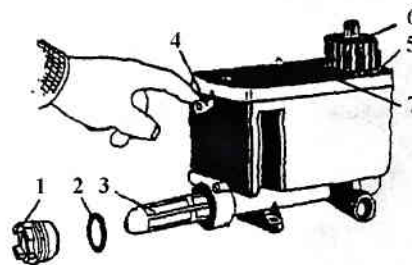
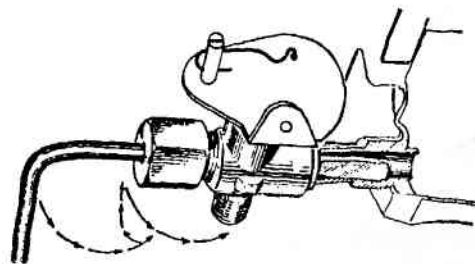

Fig. 4
Fig. 6
DISTRIBUTEUR (fig. 4)
Si le combustible n'arrive pas au brûleur, s'assurer d'abord qu'il arrive normalement au distributeur. Pour cela ôter la plaque de dessus ⑦ (fig. 4). Le combustible doit être au niveau indiqué par les deux marques en saillie à l'intérieur du distributeur (le niveau correct se situe à la marque inférieure).
- ① Mise de la manette en position 6.
- ② Enclenchement du distributeur par l'intermédiaire du levier ④ (fig. 4).
- ③ Ouverture du robinet du réservoir.
- ① Enclencher le distributeur en appuyant sur le levier ④, un déclic doit se produire (fig. 4).
- ② Ouvrir la vanne du réservoir en dévissant complètement le bouton moleté (sens contraire des aiguilles d'une montre). Celle-ci ne doit être refermée qu'en cas d'arrêt prolongé.
- ③ Positionner la manette d'allure de chauffe entre 2 et 3.
- ④ Ouvrir le starter d'allumage (fig. 6).
- ⑤ Vous assurer que le combustible arrive au brûleur (par le hublot).
- ⑥ Verser un bon verre d'alcool à brûler sur le fond du brûleur (éviter d'en mettre dans le tube inducteur).
- ⑦ **Allumer.**
FERMETURE DU STARTER (fig. 6)
- ① Ramener la manette d'allure de chauffe à 0.
- ② Relever le levier d'enclenchement ④ du distributeur (vous devez entendre un déclic) (fig. 4).
A cette allure la combustion doit se situer à la hauteur des anneaux de ralenti. La flamme doit être à prédominance bleue. Si la flamme est trop haute ou trop faible (dans le fond du pot) agir sur la vis de réglage 'petite flamme' ⑤ du distributeur (fig. 4) par 1/8 de tour.
A cette allure la combustion doit se situer à la tête du brûleur (couronne de trous supérieurs). La flamme doit être haute et blanche avec base bleutée. Elle ne doit être ni fumeuse, ni se décoller de la couronne. Si la flamme n'est pas normale, agir sur la vis de réglage 'grande flamme' ⑥ du distributeur (fig. 4) par 1/8 de tour.
TUBE D'ALIMENTATION EN COMBUSTIBLE (fig. 6)
L'emploi d'un combustible de mauvaise qualité peut obstruer le filtre du réservoir et le filtre du distributeur. Dans ce cas démonter les filtres, les rincer dans du combustible propre. Prendre soin de bien replacer le joint d'étanchéité ② au remontage (fig. 4).